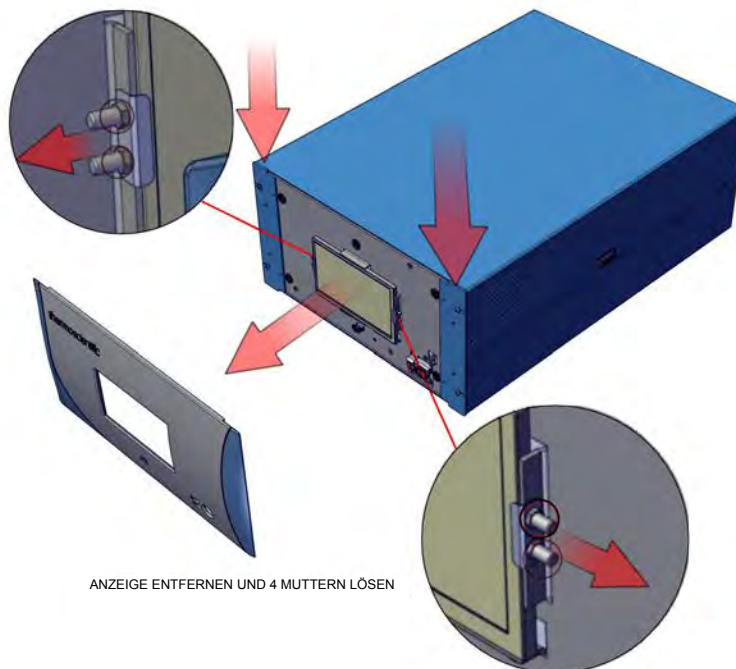

Abbildung 7–13. Austauschen des LCD-Moduls
3. Lösen Sie die vier Muttern (Abbildung 7–13).